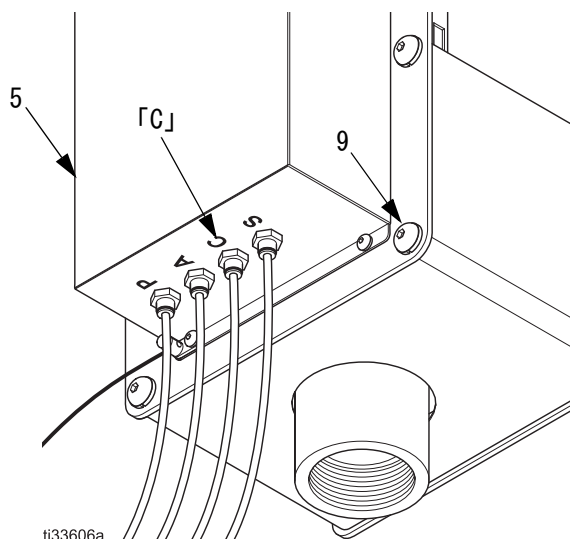
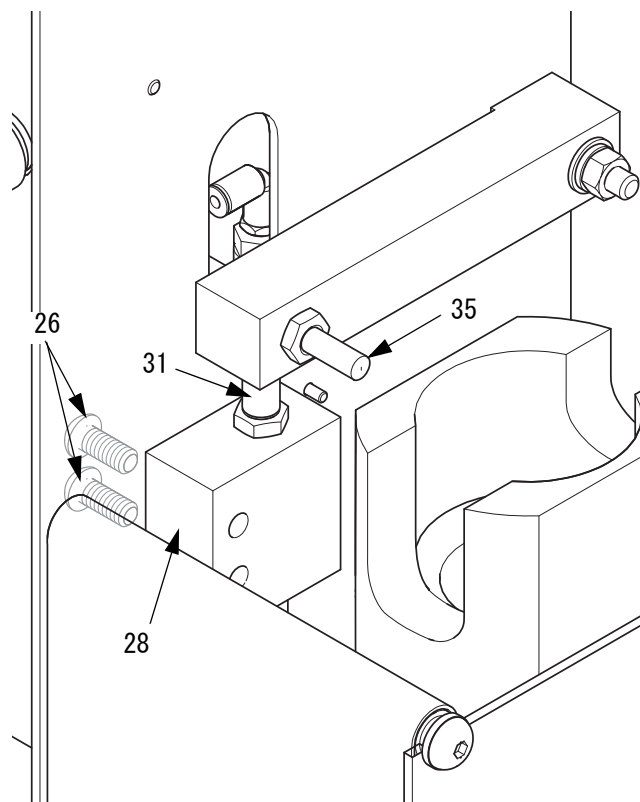

図 9: ガン洗浄ボックスのカバーとエアフィッティング
図 10: 引き金の高さの設定
2. カバー (5) をガン洗浄ボックスに取り付けている 4 本のネジ (9) を取り外します。次を参照してください：図 9。
3. ポート C にエアを送って、シリンダーを強制的に動作させます。シリンダーボタンが (31) および (35) に達するように、エアを送ってください。
4. シリンダーブロック (28) を保持している、ボックスの側面のネジ (26) を両方とも緩めます。次を参照してください：図 10。
5. ピン (35) が引き金を完全に作動した状態にするまで、シリンダーブロック (28) を持ち上げます。次を参照してください：図 10。
6. シリンダーブロック (28) の希望する位置にある両方のネジ (26) を締めます。